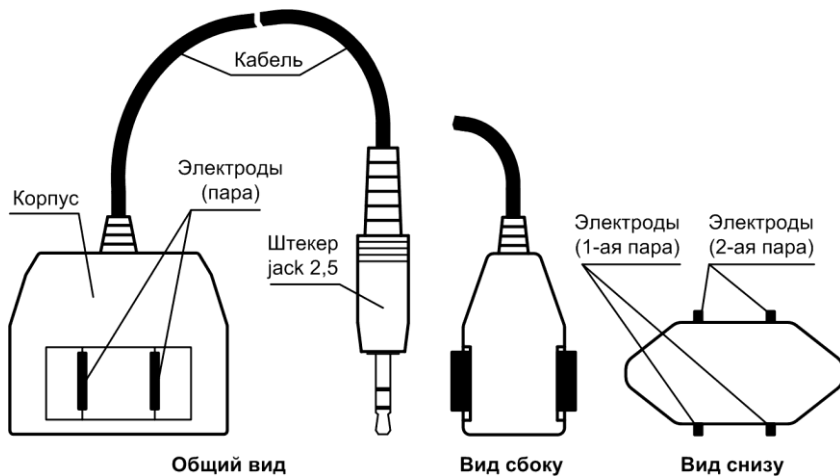

Рис.17 Датчик протечки воды устройства Аква-Р2
- непосредственный контроль наличия/отсутствия воды осуществляется при помощи датчика протечки воды подключаемого к Аква-Р2 (см. рис.17);
Конструктивно датчик протечки воды (далее – датчик) представляет собой пластиковый корпус со встроенными металлическими электродами (две пары электродов, 1-ая и 2-ая, обе пары аналогичны друг другу). К корпусу подключён кабель длиной 6м со штекером jack 2,5мм (рис.17).